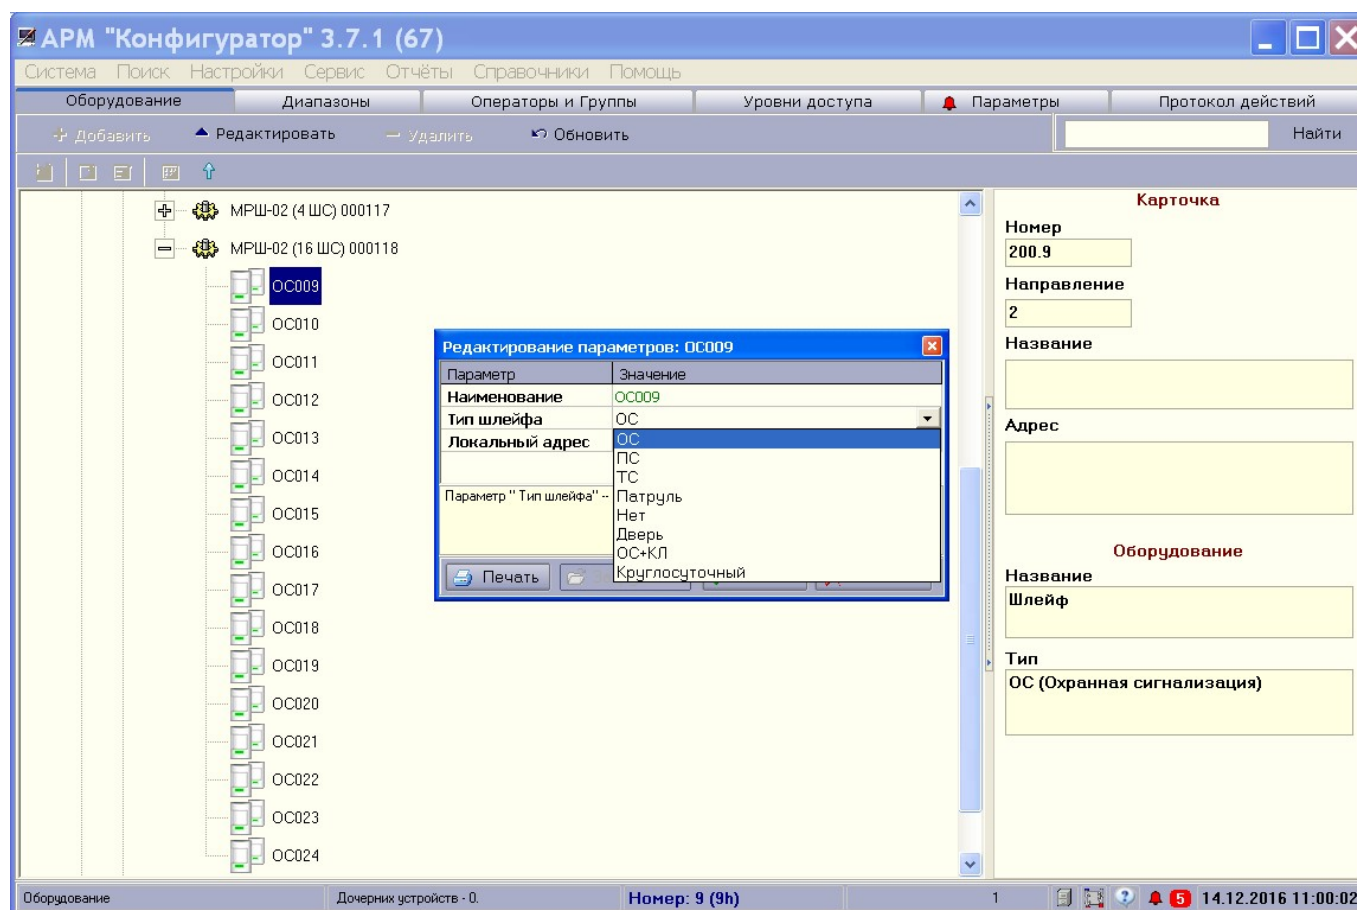

Рисунок 7
**Внимание!** Выполняя пункт «Подготовка пультового оборудования» руководства по эксплуатации на КОП, определите типы шлейфов МРШ-02(16) (см. рисунок 7).